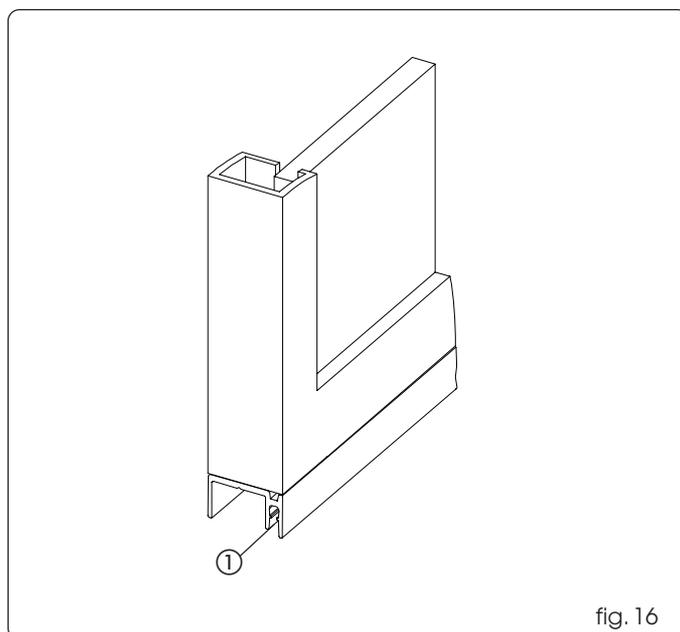

fig. 16
Couper le profil de coulissement inférieur de la même longueur que le vantail et le fixer à la partie inférieure fig. 16.
Si prévu, introduire la brosse dans le logement du profil de coulissement fig. 16 réf. ①.